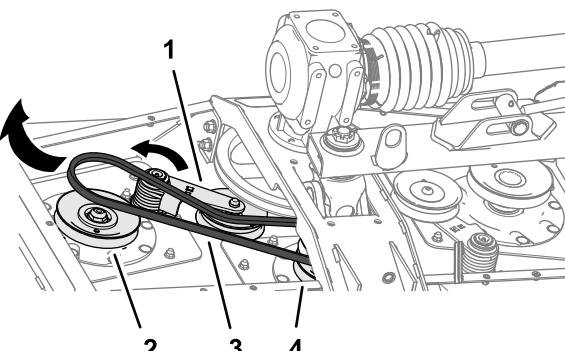

Figura 66
3. Utilice una llave de extensión o una herramienta similar para girar el tensor de la correa corta en sentido antihorario y deslice la correa para sacarla de la polea del tensor (Figura 66).